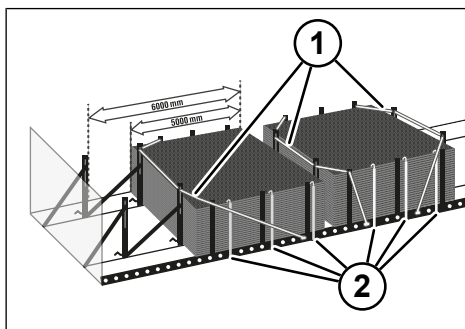

Fig. 8-56: Ancorarea inferioară a plaselor sudate
- ▶ Dacă pachetul de plase de oțel se încarcă numai până la poziția din față, detensionați de asemenea stâlpii demontabili din spate. Aveți grijă la chinga de ancorare să se așeze peste colțurile încărcăturii. Folosiți protecție pentru muchii (vezi "Fig. 8-56: Ancorarea inferioară a plaselor sudate", pag. 168).